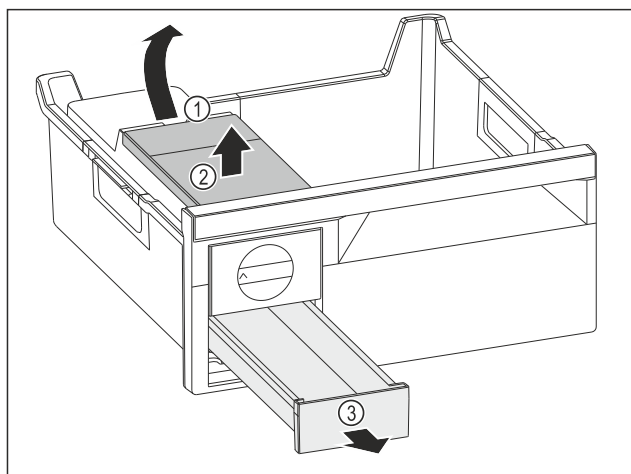

Fig. 164
- Retirer le réservoir d'eau : Soulever le réservoir d'eau hors de l'évidement Fig. 164 (1).
- Retirer le réservoir d'eau Fig. 164 (2) vers le haut.
- Retirer le compartiment à glaçons Fig. 164 (3) vers l'avant.